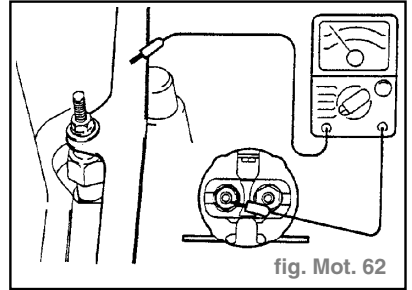

fig. Mot. 62
- Mesurer la résistance entre la borne G du relais 2 de bougie de préchauffage et la plaque de bougie de préchauffage. (fig. Mot. 62)